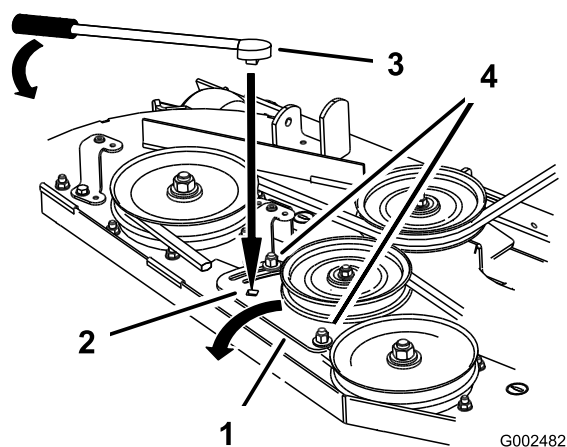

Figure 53
5. Si un réglage est nécessaire, desserrez la plaque du bras de tension et effectuez le réglage (Figure 53).
6. Insérez un manche à rochet ou une barre de levier dans le trou carré de la plaque pour régler la tension (Figure 53).
7. Pour augmenter la tension de la courroie, tournez la plaque de la poulie de tension jusqu'à ce qu'une résistance soit sentie et que la rotation s'arrête. Ne continuez pas quand elle s'arrête (Figure 53).
8. Serrez les boulons de fixation de la plaque (Figure 53).
10. Réglez la tension de la courroie et la plaque de la poulie de tension, le cas échéant, et serrez fermement toutes les fixations (Figure 53).